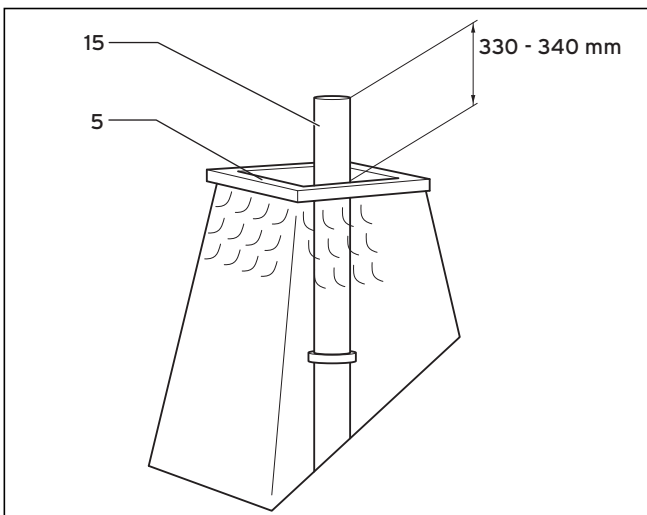

Abb. 6.48 Edelstahl-Rohr kürzen
- Kürzen Sie das Edelstahl-Rohr (15) gemäß Abb.6.48.
- Stecken Sie das Edelstahl-Rohr (15) in das Verbindungsstück (3).